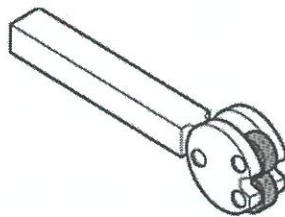

Fig. 3
- (d) Name the tool shown in **Fig. 3** and state its use.